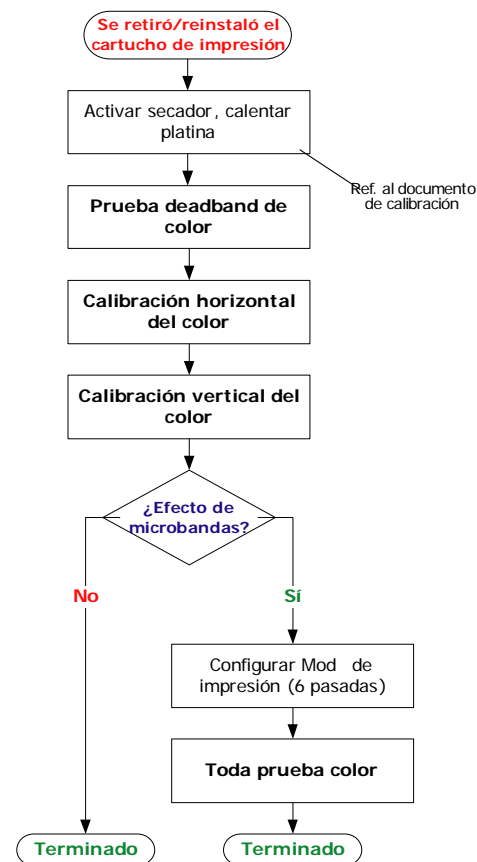

Figura 2. Calibración después de retirar/instalar un cartucho de impresión
- *Después de retirar/instalar un cartucho de impresión:* use la tabla de flujo en la Figura 2.